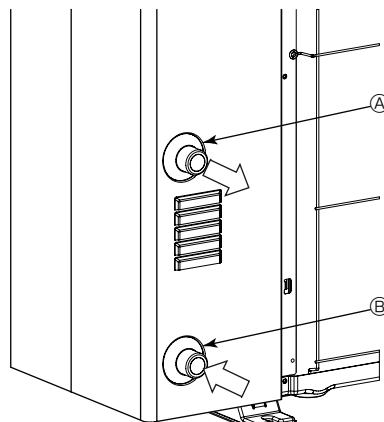

Fig. 5-1
5.1. Su borusu bağlantısı (Fig. 5-1)
- Giriş ve çıkış boruslarının konumları Fig. 5-1'de gösterilmiştir.
[Fig. 5-1]